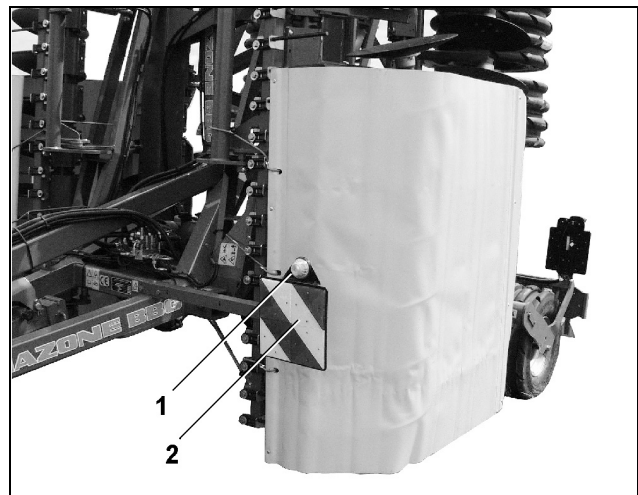

Fig. 20
- kaksi eteenpäin suunnattua rajoitusvaloa (Fig. 20/1)
- kaksi eteenpäin suunnattua varoitustarraa (Fig. 20/2)
- sivuheijastimet, keltaiset, (Fig. 20/3)